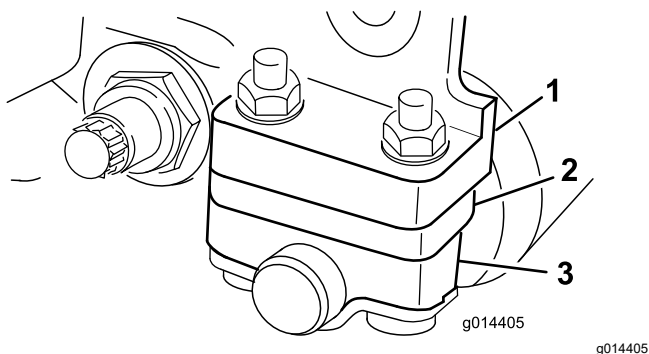

Рисунок 11
В зависимости от требуемого диапазона высоты скашивания установите кронштейны заднего валика (Рисунок 10 или Рисунок 11) в нижнее или верхнее положение:
- При настройке высоты скашивания в диапазоне от 3 до 25 мм установите проставку под монтажным фланцем боковой пластины, как показано на Рисунок 11.
4. Установите проставки на винты над или под кронштейнами валика, в соответствии с требуемым положением (Рисунок 10 или Рисунок 11).